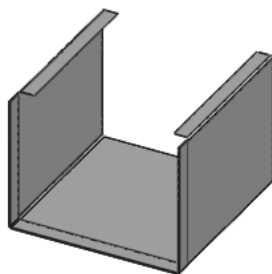

图 10-155 生成另一侧边线法兰特征
6) 生成另一侧边线法兰特征 同理，生成钣金件的另一侧面上的边线法兰特征，如图 10-155 所示。